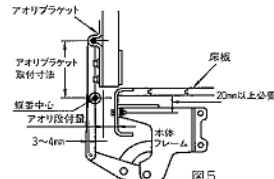

図5
- アオリ段付量を計測して下さい(図5参照)。
- 1項で計測したアオリ段付量によって、シールゲージ上の合わせるべき蝶番中心線が異なります。2項で記した蝶番中心線にアオリ段付量を基に決定したシールゲージ上の線を重ね合わせて下さい。ここで、シールゲージ上の11キリの中心と床板下面の距離が20mm以下の場合はアオリバランサーを装着できません(図5参照)。
7. 連結リンクがアオリ戸正面から見て垂直でかつアオリ戸面に対し下端で3~4mm外側に出るようにアオリブラケットをアオリ戸にあわせ(図5参照、表1に示すアオリブラケット取付寸法から極端に外れないようにして下さい)、アオリブラケットの取付穴を基準にし現合にてアオリ戸に4箇所φ9穴をあけて下さい(⑦の8のイのb項の方法でアオリブラケットを取付ける場合は、インナーカバーを外してからφ9穴をあけて下さい)。